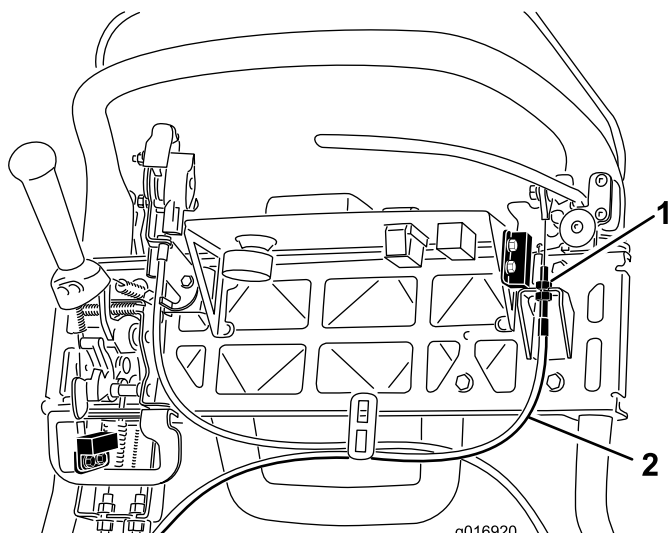

Figure 40
3. Pour accroître la tension du câble, desserrez l'écrou de blocage avant et serrez l'écrou de blocage arrière (Figure 40) jusqu'à ce qu'il soit nécessaire d'exercer une force de 156 N sur la poignée du levier de frein pour débloquer le verrou du frein de stationnement.